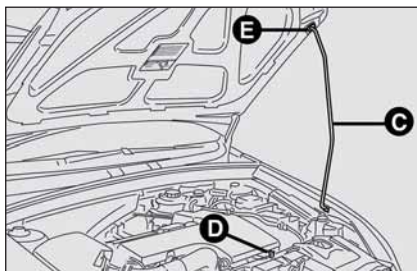

fig. 118
- soulever le capot et en même temps dégager la béquille de maintien **C-fig. 118** de son dispositif de blocage **D**, puis engager l'extrémité de la béquille dans l'emplacement **E** du capot.
## FERMETURE fig. 118